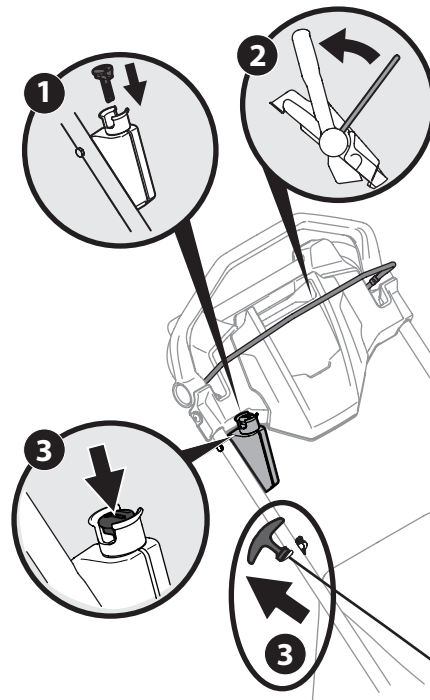

Figura 5-4
2. De pie detrás de la podadora, tire del control de la cuchilla contra el control de transmisión. Vea la Figura 5-4
Arranque eléctrico (si está equipado): Empuje la llave eléctrica empujón de arranque para arrancar el motor. Vea la Figura 5-4.